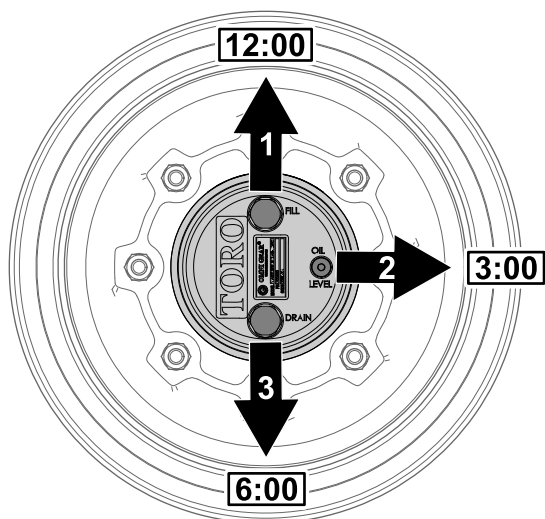

Figura 72
1. Parcheggiate la macchina su una superficie pianeggiante e posizionate la ruota in modo che il tappo di riempimento si trovi nella posizione a ore 12, il tappo di controllo nella posizione a ore 3 e il tappo di spurgo nella posizione a ore 6 (Figura 72).
2. Rimuovete il tappo di controllo nella posizione a ore 3 (Figura 72).
1. Parcheggiate la macchina su una superficie piana, posizionate la ruota in modo che il tappo di riempimento si trovi nella posizione a ore 12, il tappo di controllo nella posizione a ore 3 e il tappo di spurgo nella posizione a ore 6; fate riferimento alla Figura 72 in Controllo del lubrificante della trasmissione degli ingranaggi a ruotismo planetario (pagina 76).